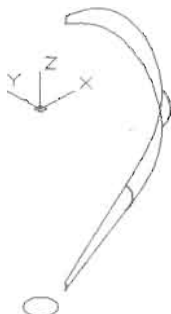

图 13-144
② 采用相同的方式绘制另一条边界曲线, 然后删除两条直线和圆, 结果如图 13-144 所示。